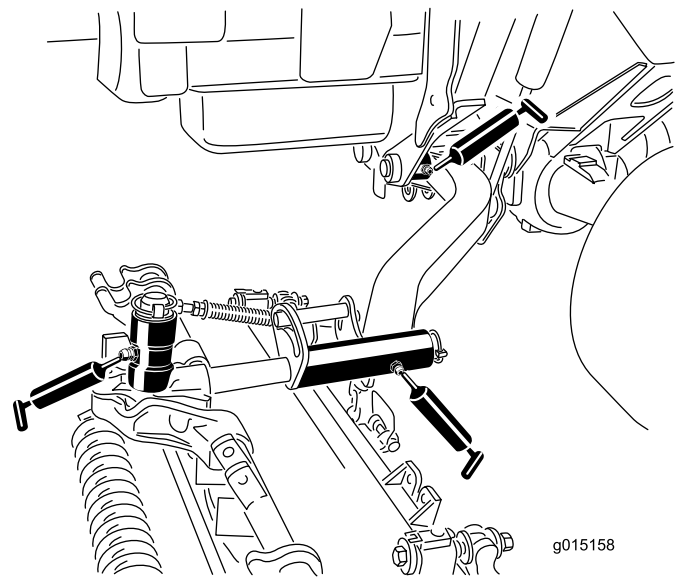

Bild 53
- Mähwerkträgerrahmen (2 pro Mähwerk) (Bild 53)
- Mähwerk-Hubarmgelenk (1 pro Mähwerk) (Bild 53)
- Hubarm-Drehbüchsen (1 pro Mähwerk) (Bild 53)